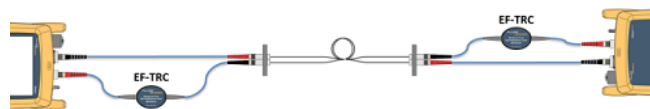

图 4：满足 EF 发射条件的直接方式是使用兼容的光源和调谐测试参考导线 (TRC)。
TSB 给了用户第二个选择，即需要符合环型通量 (EF) 的光源以及连接光源的一根调谐测试参考导线（如图 4 所示）。这是一个专有解决方案，但是导线成本较发射调节器低，而且占用空间更小。但这确实需要购买新的测试设备。如果现有测试设备的固定输入端口不允许设置 1 跳线 LC 基准，可能有必要让安装者跳接两代测试仪，使得光纤测试根据新规定同时满足环型通量 (EF) 和 1 跳线要求。Fluke Networks 生产了 EF 标准的测试参考导线 (TRC) 可结合他们的 EF 标准测试仪以实现可靠且可重复的测量。